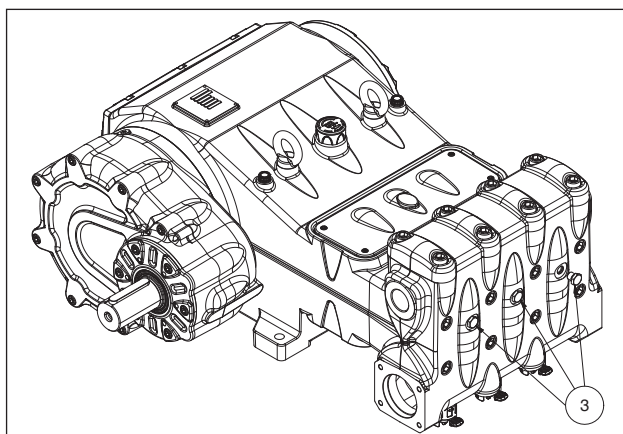

Fig. 11
En caso de anomalías de cebado por alimentación insuficiente, es posible desmontar los tres tapones frontales del cabezal (excepto en la versión MK240) como se indica en la pos. ③ Fig. 11.